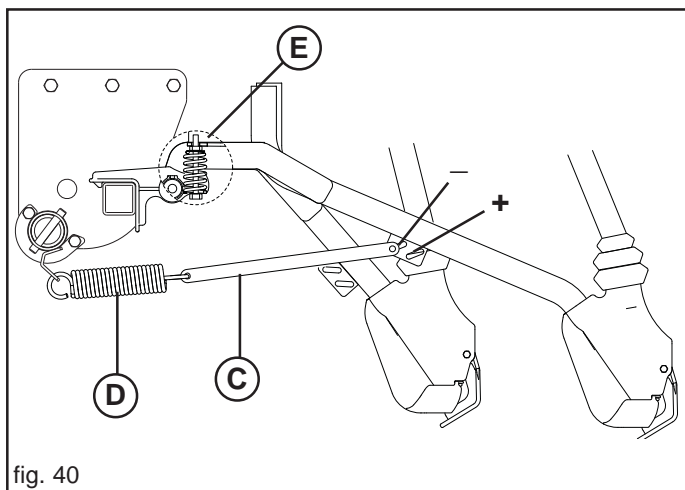

fig. 40
Se puede graduar ulteriormente la presión individualmente variando la posición de los tirante (C, Fig. 40).
Sólo con surcadores de bota está disponible, como accesorio, un muelle (E, Fig. 40) que permite poner a cero individualmente el peso el elemento de muelle (D) completamente descargado. En esta situación, es posible efectuar siembras superficiales.